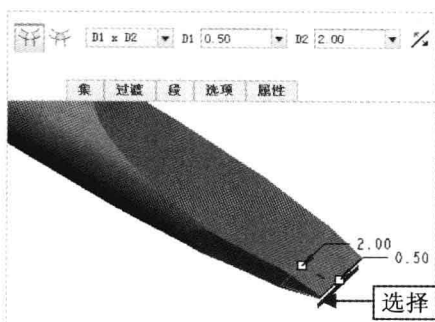

图 15-40 选择倒角边 2
Step 18 在“模型”选项卡中,单击“工程”面板中的“边倒角”按钮,弹出“边倒角”选项卡,设置倒角类型为“D1×D2”,在 D1 和 D2 后的“输入值”数值框中分别输入 0.5 和 2,按住【Ctrl】键的同时,在绘图区选择合适的倒角边,如图 15-40 所示。